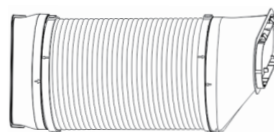

figure. 2
c. Figure.2 est le tuyau d'échappement assemblé.